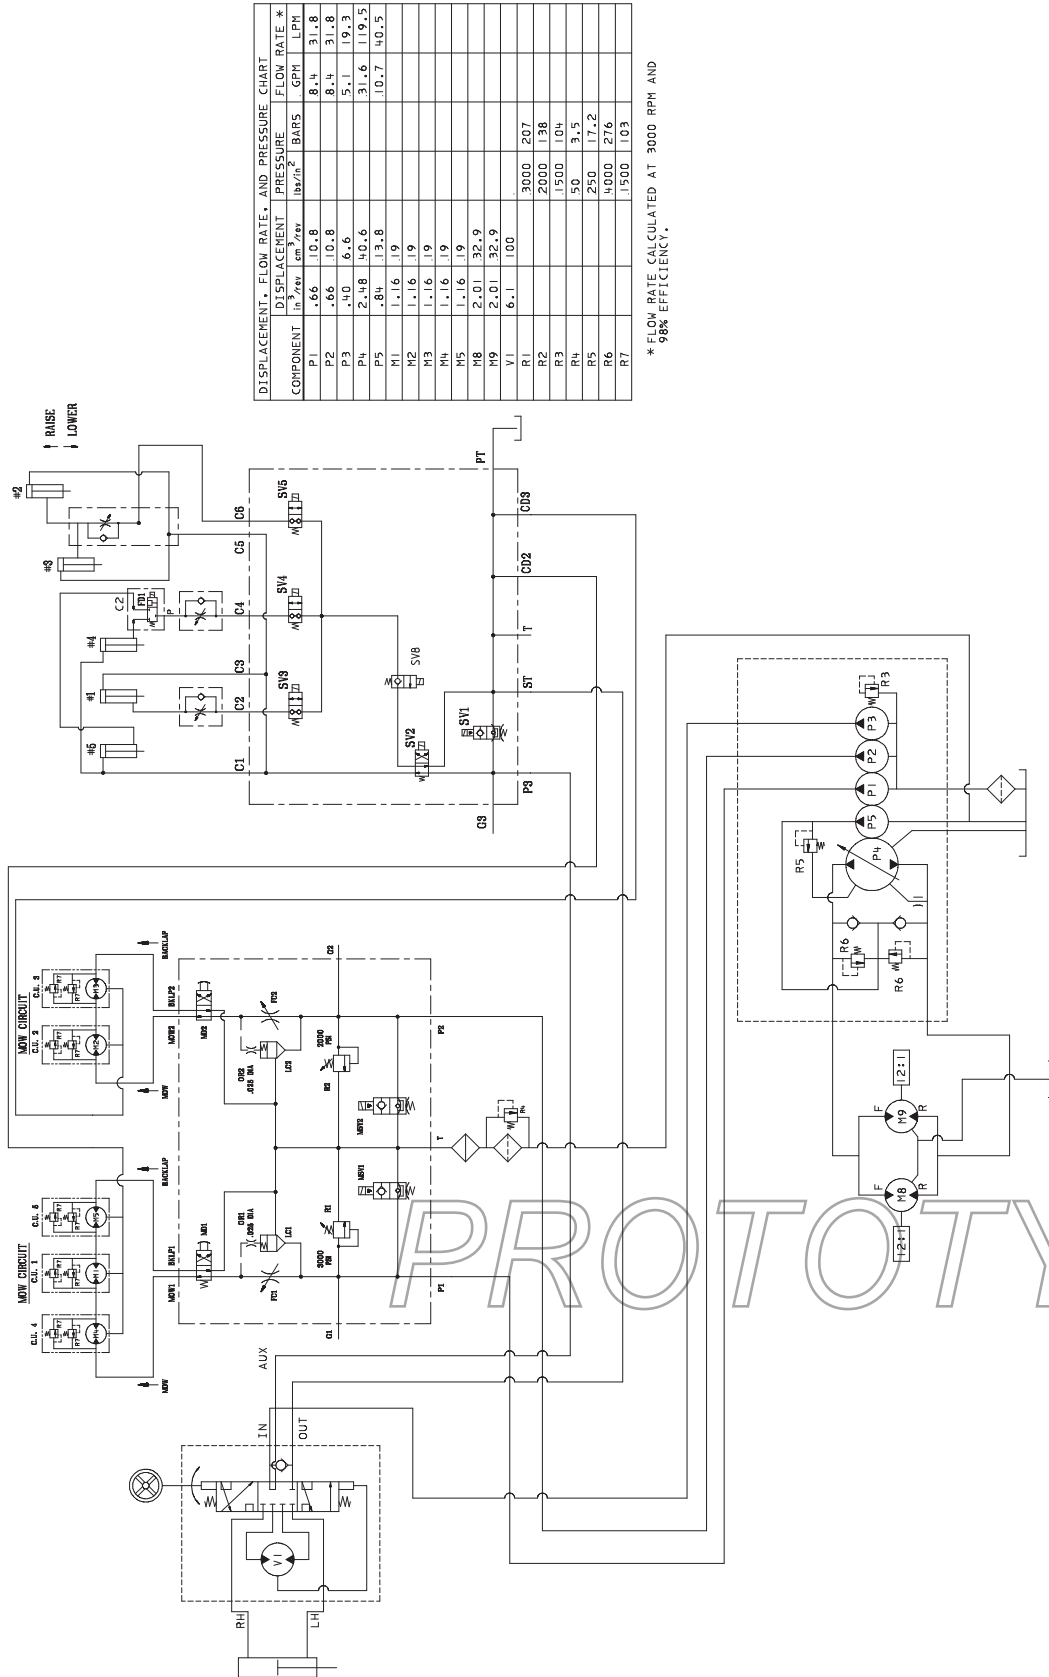

**Figure 62**
- Réglez les écrous de blocage à l'extrémité de la tige de pompe pour avancer le tube de commande et éliminer le déplacement en marche avant, ou le reculer et éliminer le déplacement en marche arrière (Fig. 62).